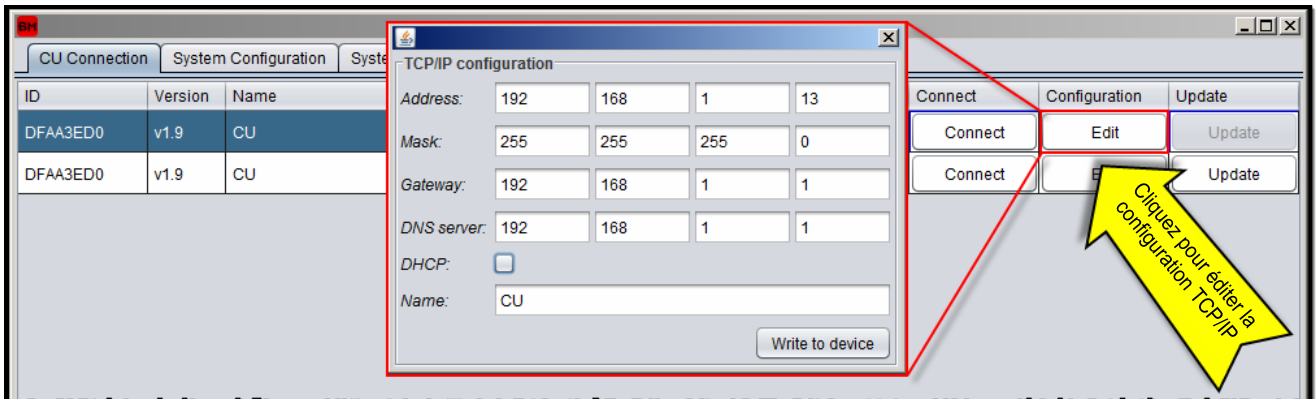

Figure 18 : Configuration TCP/IP de la connexion de l'UC
- L'UC est envoyée par défaut avec une adresse IP dynamique (DHCP) qui devrait être adaptée à la plupart des utilisations. Dans le cas où l'UC doit être exécutée avec un réglage différent, l'utilisateur peut cliquer sur le bouton « **Edit** » (Éditer) pour ouvrir la boîte de dialogue de configuration TCP/IP comme illustré à la Figure 18. Insérez les valeurs désirées dans la boîte de dialogue et cliquez sur le bouton « **Write to dispositif** » (Écrire sur le dispositif) pour enregistrer le nouveau réglage sur l'UC.